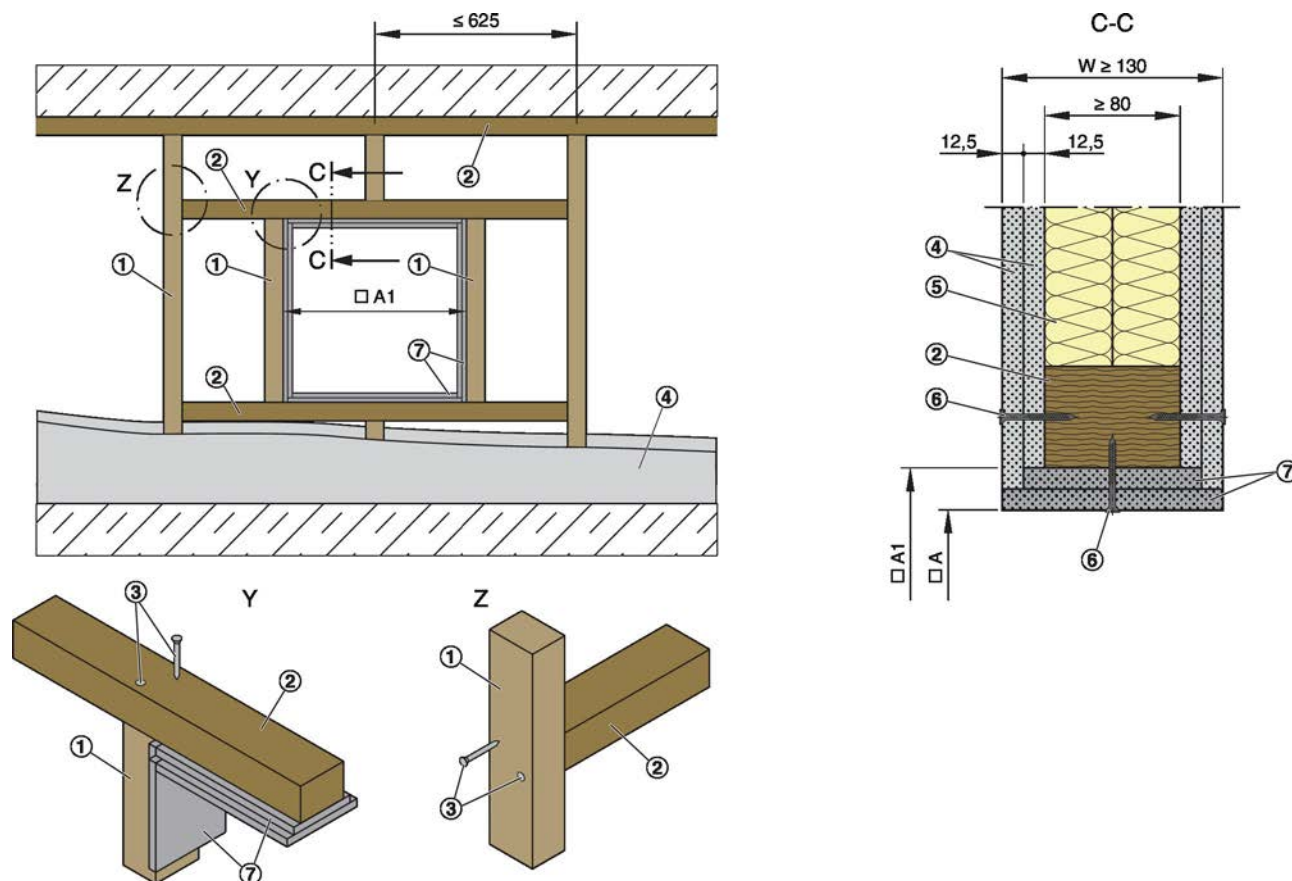
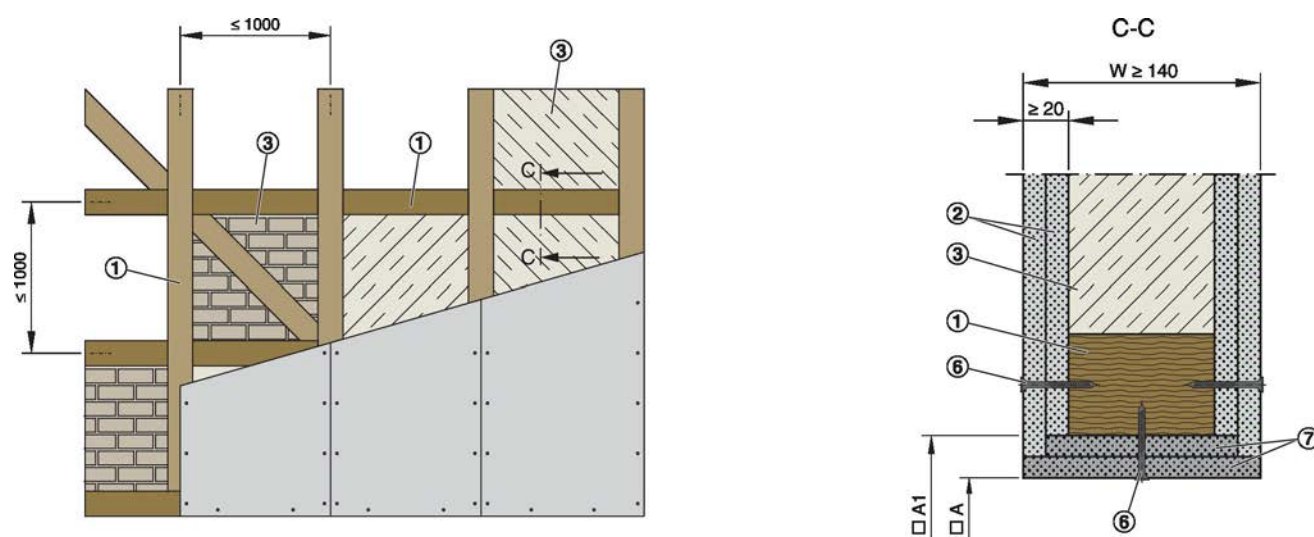

Fig. 28: Cloison légère avec structure portante en bois et habillage d'un côté
Fig. 29: Cloison légère, exécution avec structure bois avec habillage des deux côtés
- Créer une ouverture de montage dans la structure portante en bois avec des charpentes en bois ①, sections horizontales en bois ② et panneaux de garnissage ⑦; ou créer une ouverture de montage dans l'exécution en pans de bois ① avec panneaux de garnissage ⑦, voir Voir la Fig. 28 ou Voir la Fig. 29.